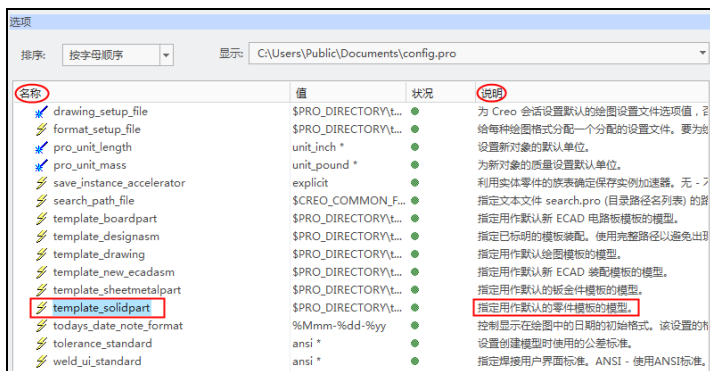

图 1-67 选择要配置的选项
- 03** 确保排序方式为“按字母顺序”，然后在“名称”列表框中选择 **template_solidpart** 配置选项，此选项可以从“说明”列中看到其注解说明：**指定用作默认的零件模板的模型。**如图 1-67 所示。